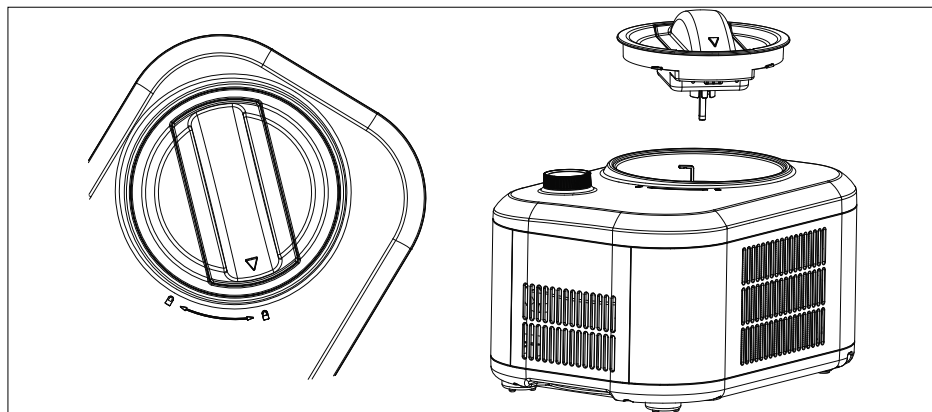

Fig. 9
- ▶ Déverrouillez le couvercle en le tournant dans le sens  . (voir fig. 9).